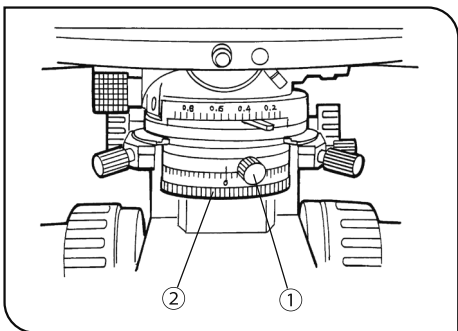

図 30
## 2 クロスニコルの調整 (図 30)
- 2) アナライザーを光路に入れ、振動方向の目盛りを $0^{\circ}$  に合わせ、固定つまみで固定します。(図30)
- 4) ポラライザーの固定つまみ①をゆるめ、ポラライザー回転リング②を回して、視野が最も暗くなる位置で固定つまみ①を締め付けます。(図30)